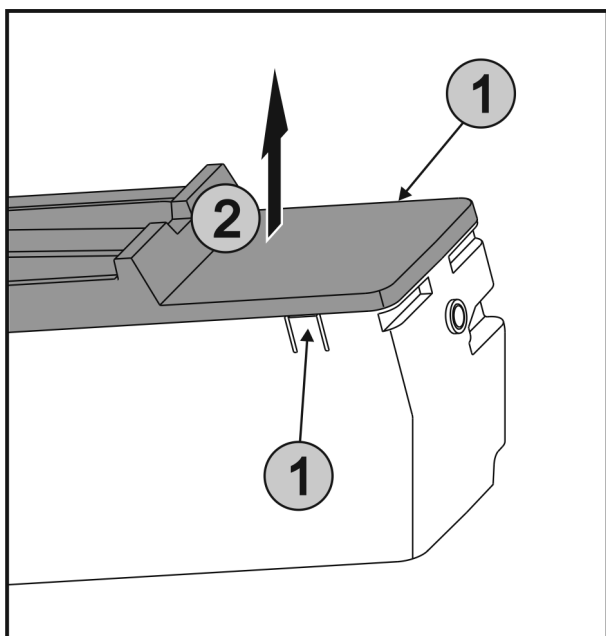

Fig. 43
- Натиснете едновременно езичетата Fig. 43 (1) от двете страни на EasyTwist-Ice и свалете капака Fig. 43 (2) нагоре.